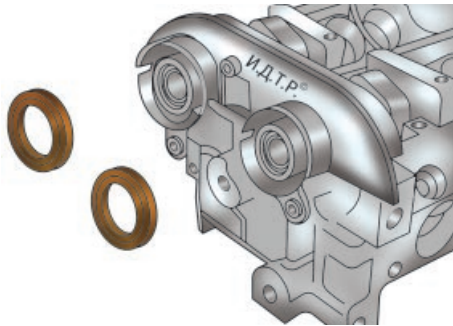

Рис. 5.33. Сальники распределительных валов
6. Поддев отверткой, извлеките сальники (рис. 5.33) из гнезд головки блока цилиндров.